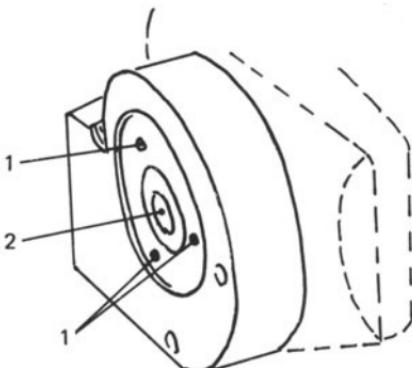

Bild 3. Getriebeabdeckung.
- drei Schrauben 1, Bild 3, herausdrehen,